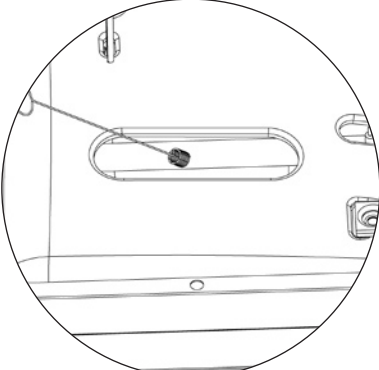

Figura 8
- En caso de que el encendedor no encienda el quemador, use una cerilla encendida colocada en la vara de encendido que se acompaña para encender los quemadores manualmente. Acérquele la llama de la cerilla al lado del quemador (vea Figura 8).